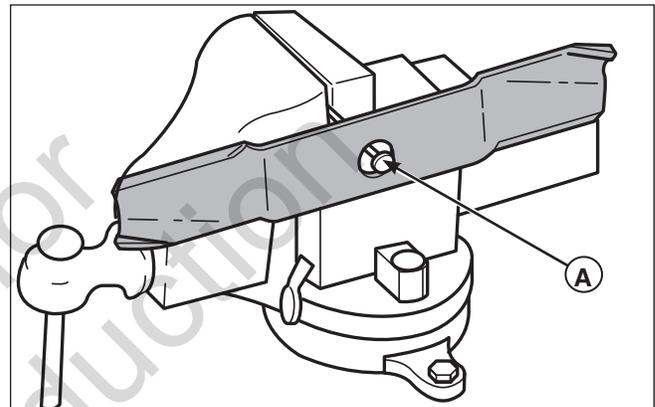

Figura 22. Equilibrio de las cuchillas del cortacésped
2. Consulte la Figura 22. Ponga las cuchillas del cortacésped en una punta en un tornillo de banco y gírelas a la posición horizontal.